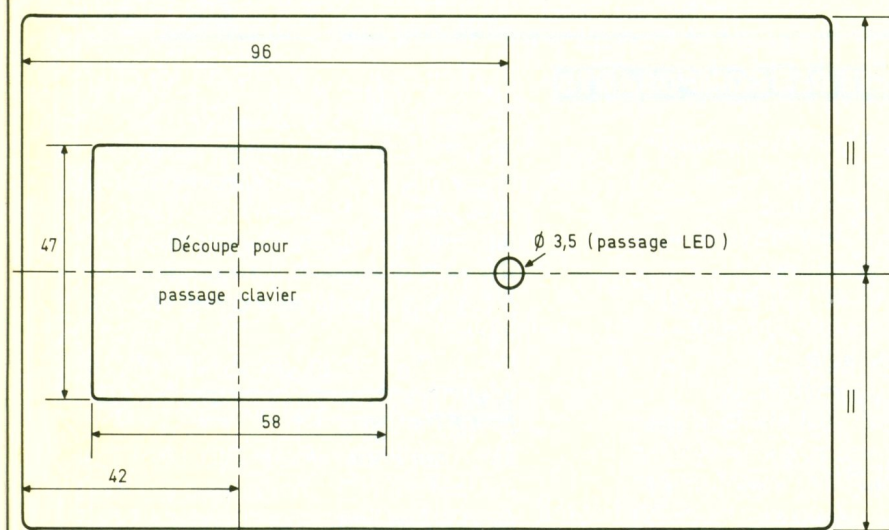

Fig. 7 Montage de l'ensemble.
c) Montage et codage (fig. 7 et 8)